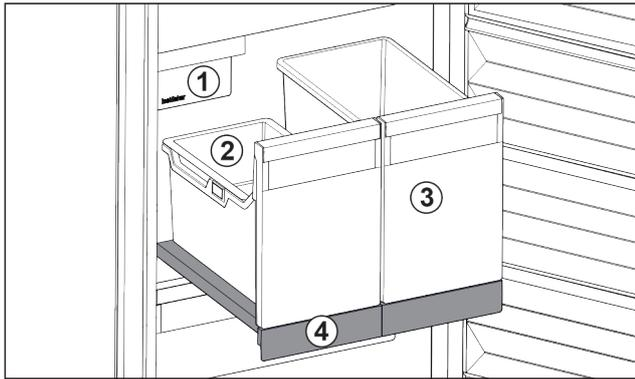

Fig. 22 Auszugsbord mit IceTower
- (1) IceMaker (3) Behälter für z. B. Pizza, alkoholische Getränke
(2) Einhängeschale für Eiswürfel (4) Auszugsbord
Auf dem Auszugsbord sind zwei hohe Behälter (IceTower). Im Behälter Fig. 22 (2) werden Eiswürfel aus dem IceMaker gesammelt und gelagert. Behälter Fig. 22 (3) eignet sich für die Lagerung von hohen Lebensmitteln wie Pizzen oder alkoholischen Getränken.